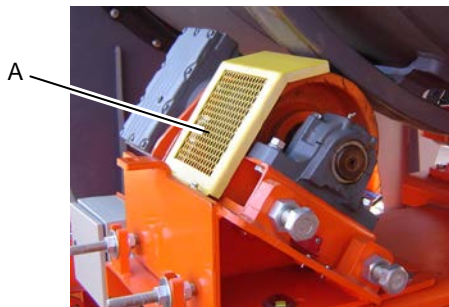
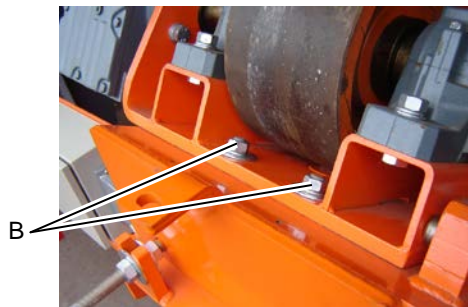
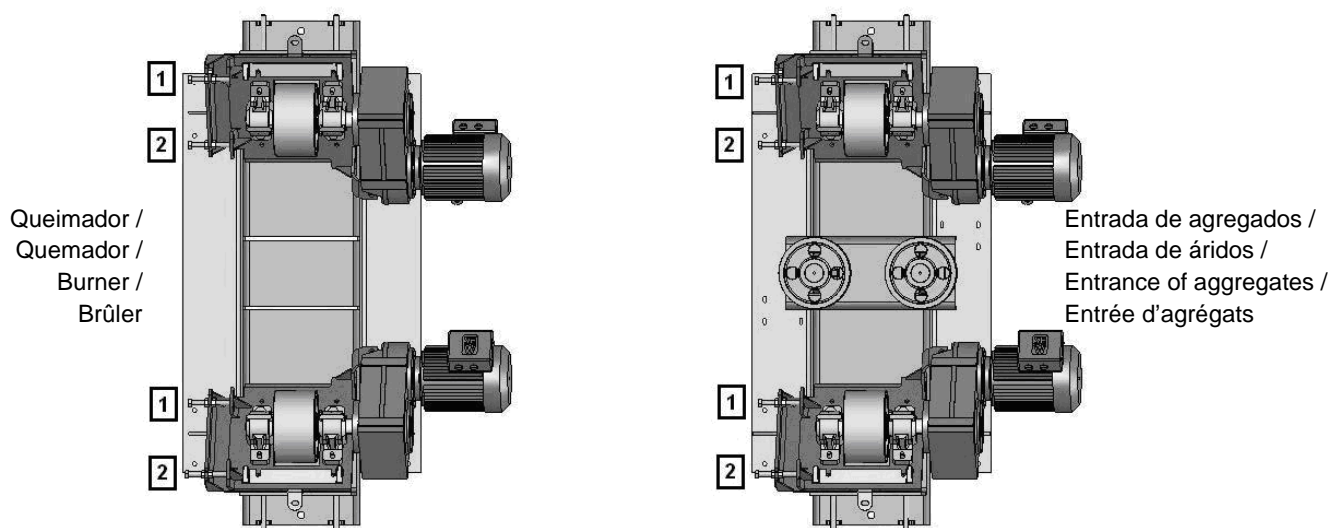

Fig. 11: Grade de proteção / Protection cover
Fig. 12: Parafusos de fixação / Fastening bolts
Fig. 23: Regulagem do secador / Dryer adjustment
- 1º. retirar a grade de proteção (fig. 11 - det. A) e afrouxar parafusos de fixação que são quatro, (fig. 12 - det. B);
- 4º. após devidamente alinhado, apertar os parafusos de fixação e recolocar a grade de proteção, fig. 11 e 12.
- 1st. Remove the protection cover (fig. 11 - det. A) and loosen the four fastening bolts, (fig. 12 - det. B);
- 4th. once the alignment is corrected, tighten the fastening bolts and put the protection cover back in place, fig. 11 and 12.
Afrouxar os parafusos de fixação B, fig. 12 e 16;
Para que o secador realize movimento de subida (em direção à câmara de aspiração): apertar os parafusos número 1 e soltar os parafusos número 2, fig. 23.
Para que o secador realize movimento de descida (em direção à câmara de combustão): soltar os parafusos de número 1 e apertar os parafusos de número 2, fig. 23.
Depois de feito o ajuste, reapertar os parafusos de fixação B, fig. 12 e 16.
The procedure for adjusting the rollers should be done with the dryer in operation, which makes it easier to adjust the bolts. Don't forget that with material the dryer will tend to go in the direction of the aggregate entrance. Loosen fastening bolts B, fig. 12 and 16.
To raise the dryer (toward the suction chamber): tighten bolts number 1 and loosen bolts number 2, fig. 23.
To lower the dryer (toward the combustion chamber): loosen bolts number 1 and tighten bolts number 2, fig. 23. Once the adjustment is done, tighten the fastening bolts again B, fig. 12 and 16.